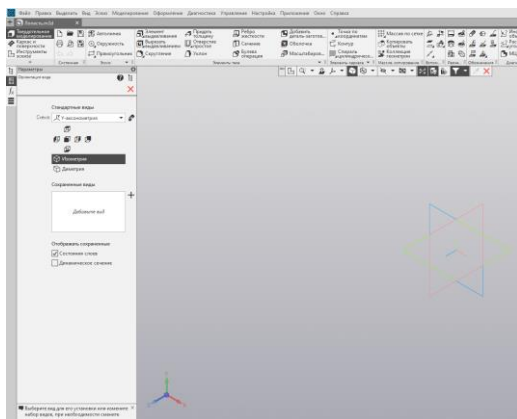

Рис. 38.
2. Установите схему Y-аксонометрия и задайте изометрическую ориентацию (рис. 38).